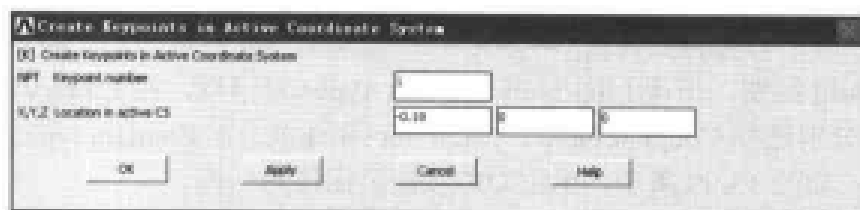

图 13-100 创建关键点对话框
(1) 选择 Main Menu | Preprocessor | Modeling | Create | Keypoints | In Active CS 命令, 出现 Create Keypoints in Active Coordinate System 对话框, 在 NPT Keypoint number 文本框中输入关键点编号 1, 在 X,Y,Z Location in active CS 文本框中依次输入关键点坐标 -0.18、0、0, 如图 13-100 所示, 单击 OK 按钮关闭该对话框。